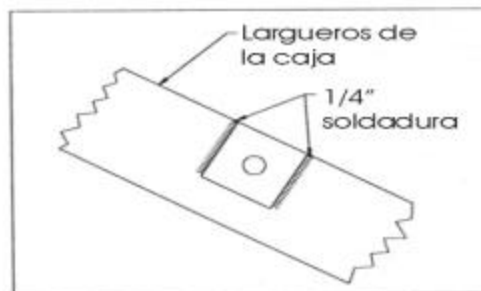

Figura 18: Ensamble Superior de Placa con Perno
2. Suelde el ensamble superior de placa con perno a los largueros de la caja (vea la figura 18). Quite las salpicaduras de soldadura que hayan quedado en el perno.